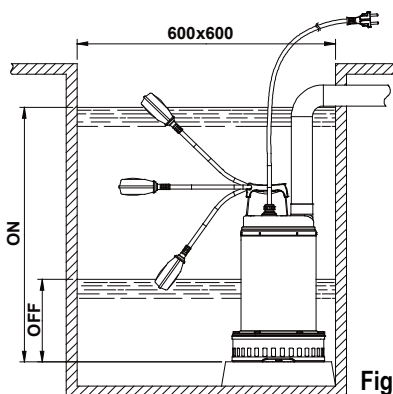

Fig.1
- 4.1 Si el fondo del pozo donde la bomba deberá trabajar estuviera muy sucio, es conveniente instalar un soporte para apoyar la bomba y evitar así que se obstruya (**Fig.1**).